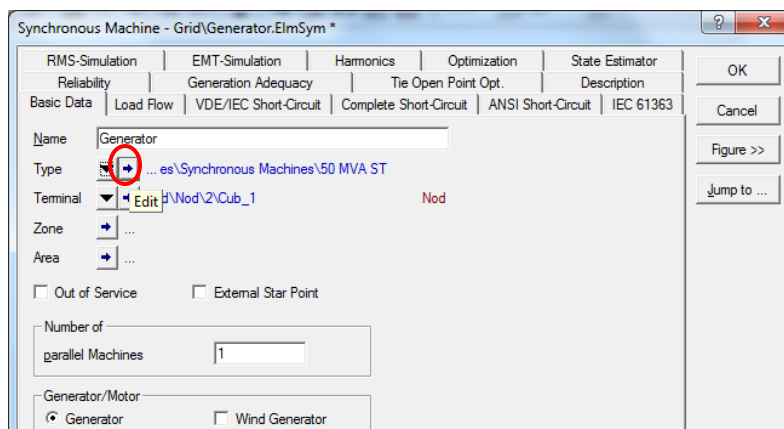

Fig M.7 Accesarea datelor nominale ale unui generator prin intermediul tipului acestuia
- Parametrii nominali ai generatorului pot fi vizualizați în ferestrele de date asociate tipului. Dacă tipul folosit este unul predefinit (Global), parametrii nu pot fi modificați (sunt read-only) Fig. M.7 – M.8 arată că generatorul ales are tensiunea nominală $U_n = 10,5$ kV, factorul de putere nominal $\cos\varphi_n=0.8$ și reactanța sincronă longitudinală $x_d = 2.54$ u.r.
- În final, pentru folosirea generatorului ca nod PU, trebuie indicate în fereastra sa principală de date (prezentată în fig M.7 și M.9) tipul de reglaj prin tensiune, tensiunea impusă în nod, limitele maximă și minimă de putere activă și reactivă și puterea activă generată în regimul permanent studiat.